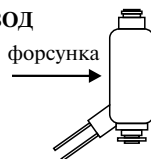

Рис. 19
- выведите под капот и подключите к коммутируемому проводу форсунки, рис. 19.